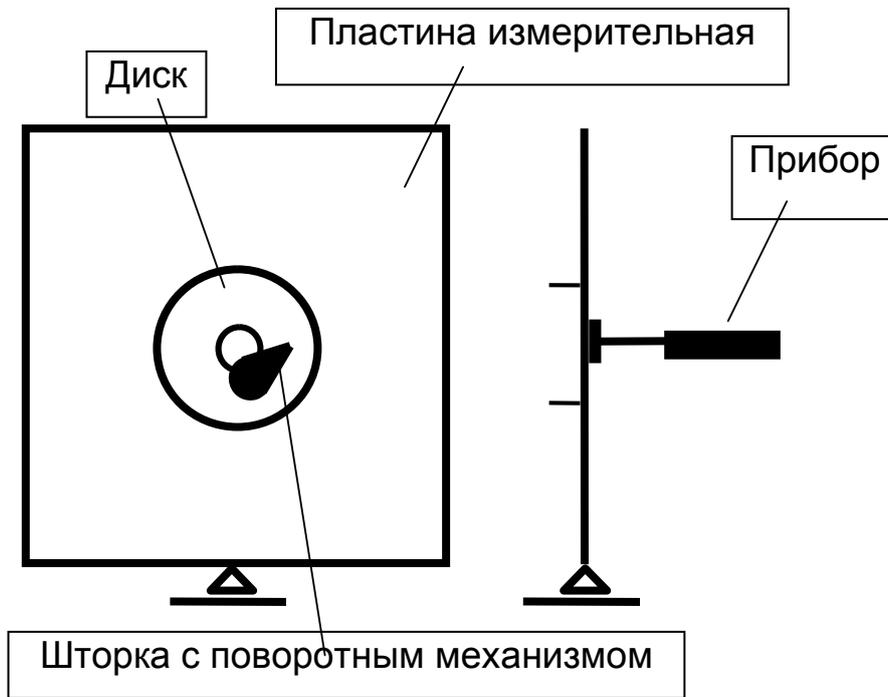

Рис. 2 Вид прибора при измерении электростатического потенциала экранов дисплеев.
**4.2.3** Измерительная пластина или диск (рис. 2), используются для измерения электростатического потенциала от экрана монитора. Для измерения диск крепится к электронному блоку. При использовании измерительной пластины электронный блок вместе с диском закрепляется на ней. Диск имеет в центре отверстие для установки в него чашки антенны так, чтобы электрод антенны совпал с плоскостью диска. На диске имеется шторка с поворотным механизмом, которая позволяет закрывать или открывать отверстие перед электродом антенны. Диск имеет три стойки, задающие нормированное расстояние до экрана, равное 10 см.